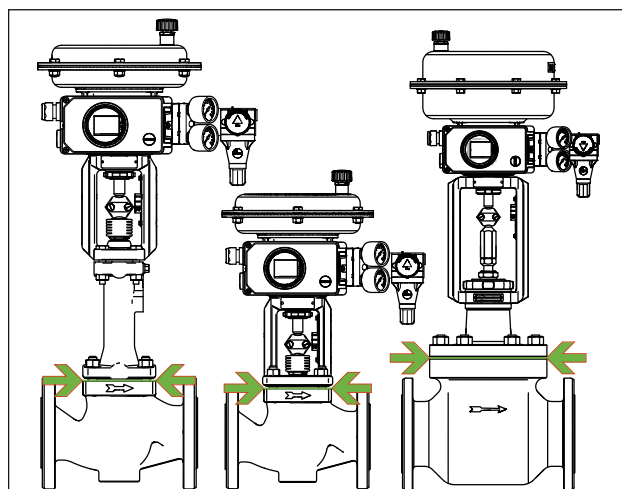

Bild 19: Grenze der Einisolierung von Stellventilen (Beispieldarstellung)
- ⇒ Stellventile nur bis zum Deckelflansch der Ventilgehäuse einisolieren, vgl. Bild 19. Dies gilt auch für Ausführungen mit Balg- oder Isolierteil bei Mediumtemperaturen unter 32 °F (0 °C) oder über 428 °F (220 °C). Wird das Isolierteil mit einisoliert, verliert es seine Funktion!